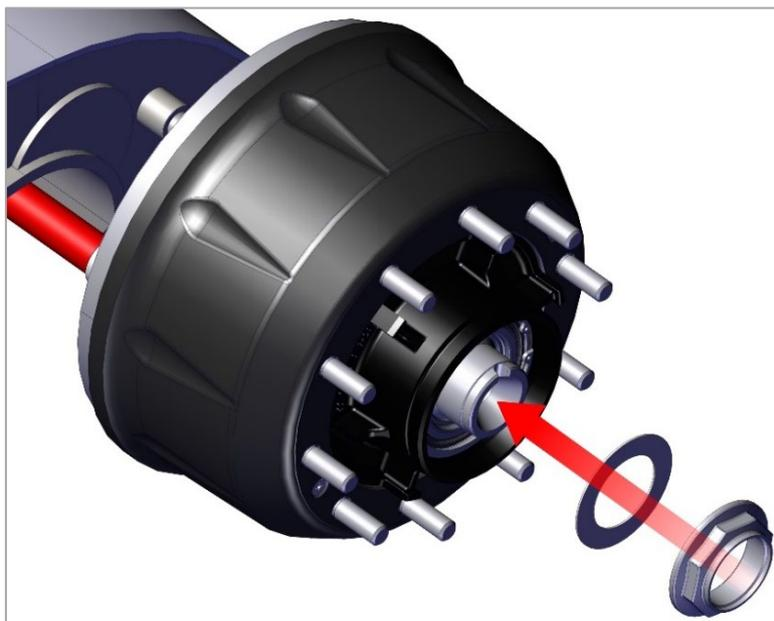

Рис. 12.1. Монтаж упорной шайбы и гайки подшипников ступицы.
2) Установите упорную шайбу и гайку подшипников ступицы (Рис. 12.1).